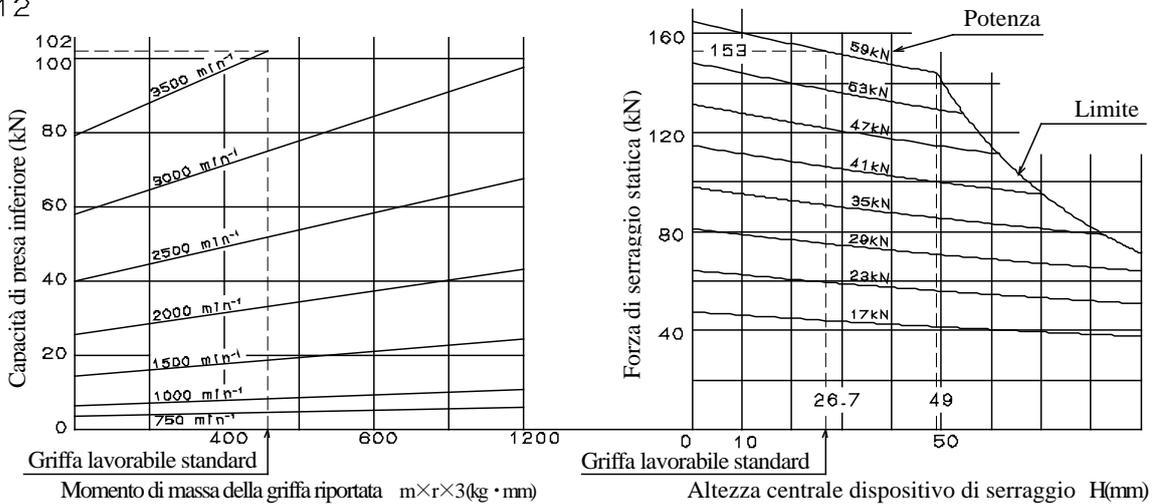

Figura 8
- **Mantenere l'altezza della griffa riportata entro i parametri specificati nella tabella dei limiti della capacità di presa (fare riferimento alla figura 8).**
L'analisi della capacità di presa, della potenza e della velocità di rotazione mediante la figura 8, viene eseguita come descritto di seguito.
La capacità di presa statica e la potenza richieste alla velocità di rotazione in uso sono calcolate dalla figura 8, la quale tuttavia presenta un numero di condizioni ipotetiche. Pertanto, è necessario utilizzarla solo come riferimento e le condizioni di lavorazione devono essere definite dopo una prova di taglio eseguita senza errori.